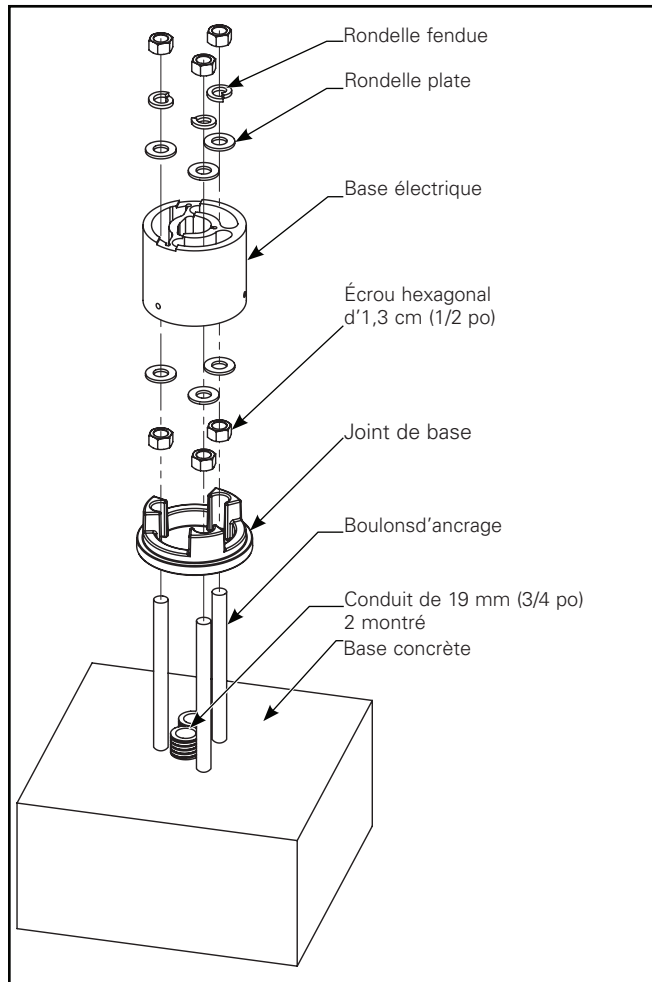

Figure 2.
5. Montez (3) écrous hexagonaux d'1,3 cm (1/2 po) et (3) rondelles sur les (3) boulons d'ancrage. (Figure 2.)